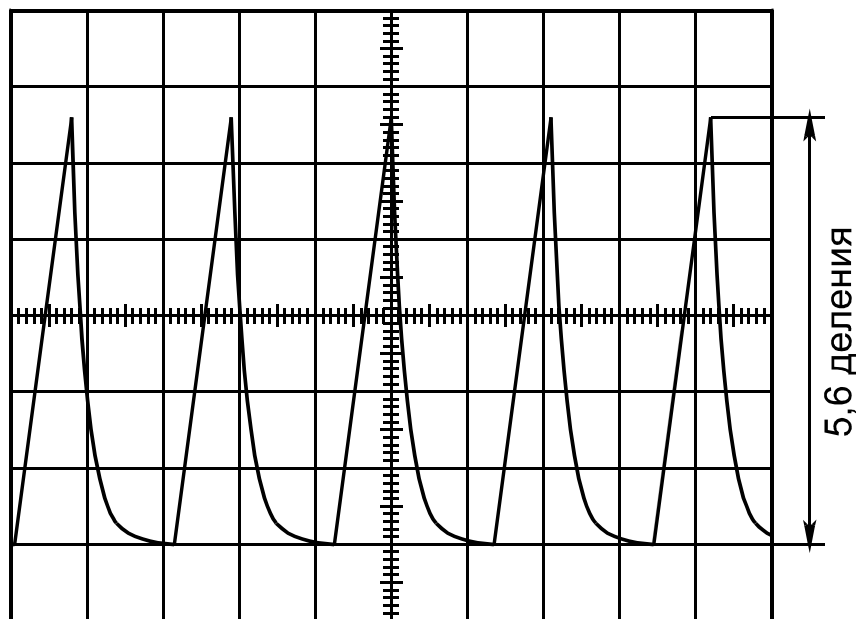

Рис. 7. Измерение амплитуды переменной составляющей импульсного сигнала, имеющего большую постоянную составляющую
- ручкой «  » горизонтального перемещения сместите изображение таким образом, чтобы один из верхних пиков находился на средней вертикальной линии шкалы (рис. 7);
ПРИМЕР. Размах вертикального отклонения сигнала составляет 5,6 деления, используется внешний делитель 1:10, переключатель « V/дел. » установлен в положение «5 mV», а переключатель « ×1; ×10 » – в положение « ×1 » (ручка «  » вытянута – «  ») – рис. 7.